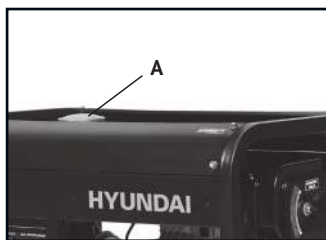

Рис. 4
- Открыть крышку топливного бака (рис.4, **A**).